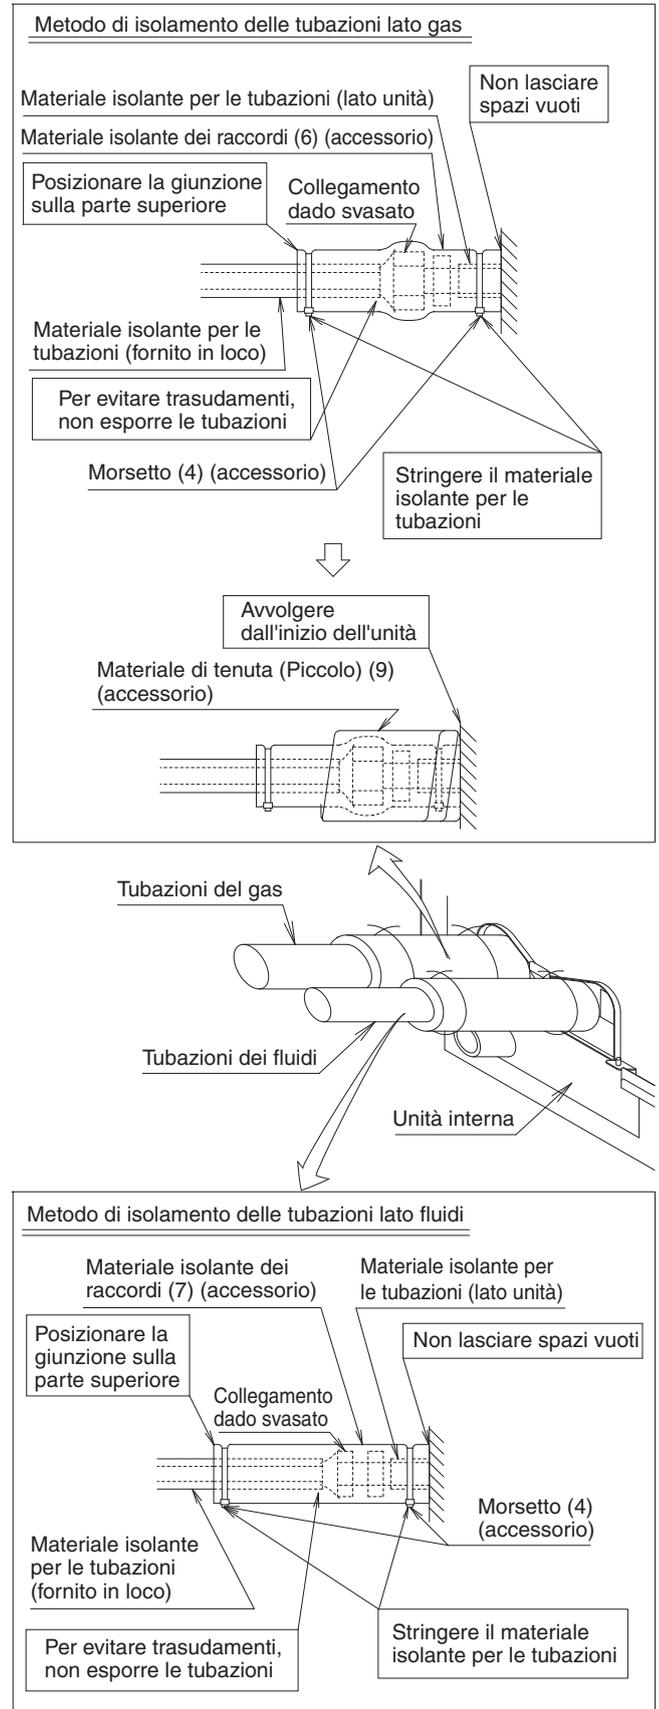

Fig. 15
- Dopo aver eseguito la prova per trovare eventuali perdite, facendo riferimento alla Fig. 15, isolare sia il raccordo dei tubi del gas sia quello dei tubi del liquido con il materiale isolante di giunzione (6) e (7) in dotazione per evitare che la tubazione rimanga esposta. Successivamente, stringere entrambe le estremità del materiale isolante con il morsetto (4).
- Avvolgere il materiale di tenuta (Piccolo) (9) intorno al materiale di raccordo isolante (6) (sezione del dado svasato), esclusivamente dal lato delle tubazioni del gas.
- Assicurarsi di posizionare la giunzione del materiale di raccordo isolante (6) e (7) sulla parte superiore.